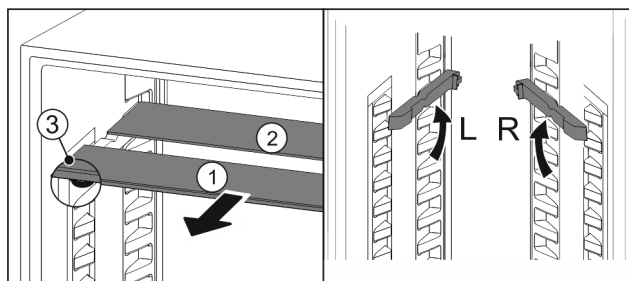

Fig. 93
- Skleněné desky jednotlivě vytáhněte dopředu Fig. 93 (1).
- Skleněná deska Fig. 93 (1) s ozdobnou lištou leží vpředu.
- Zářezky Fig. 93 (3) směřují dolů.